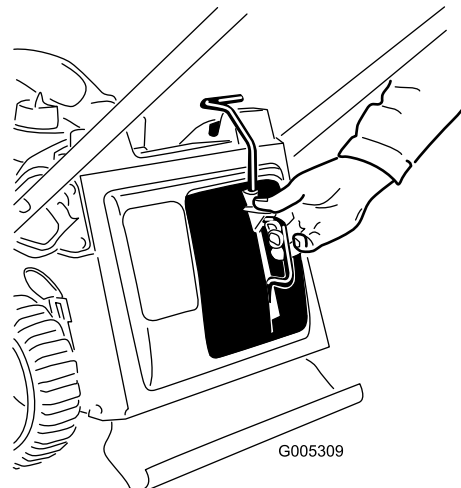

Figure 25
1. Enlevez l'obturateur de déchiquetage (Figure 25).